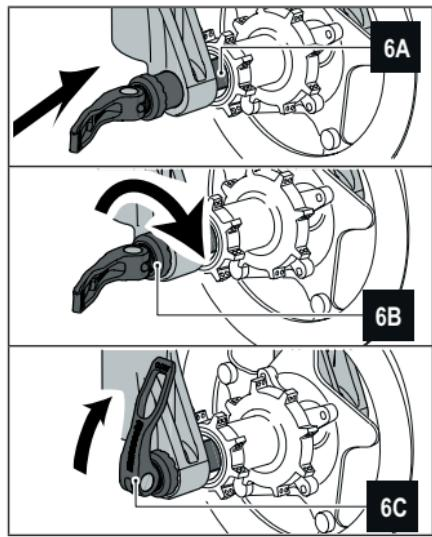

Рис. 6
- Установите колесо таким образом, чтобы ось совпадала с крепежами вилки (См. 6A Рис. 6).
ложении OPEN до упора, но не затягивайте. (См. 6B Рис. 6). Закручивая эксцентрик, не используйте рычаг для затягивания.
- Закручивая ось, старайтесь установить рычаг оси таким образом, чтобы он не мешал движению (ни за что не цеплялся) (См. 6C Рис. 6).